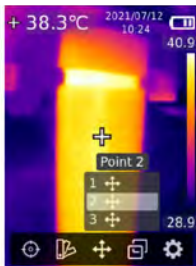

Fig. 10
- Utilisez les boutons  et  pour parcourir la liste des points de température (Fig. 10).